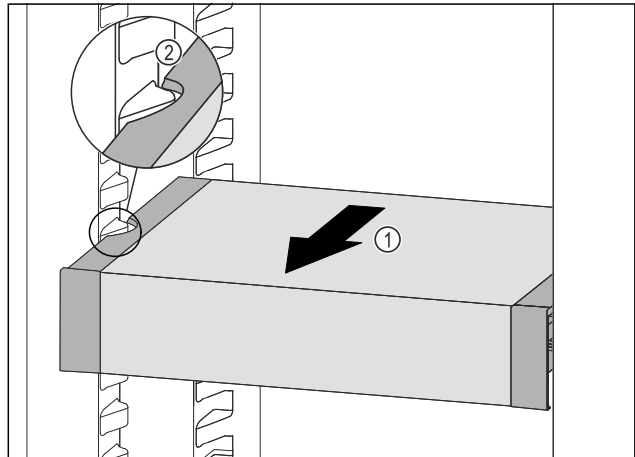

Fig. 157
- ▶ VarioSafe nach vorne ziehen Fig. 157 (1), bis sich die seitlichen Aussparungen des VarioSafes auf Höhe der Behälterrippe im Kühlteil befinden. Fig. 157 (2)